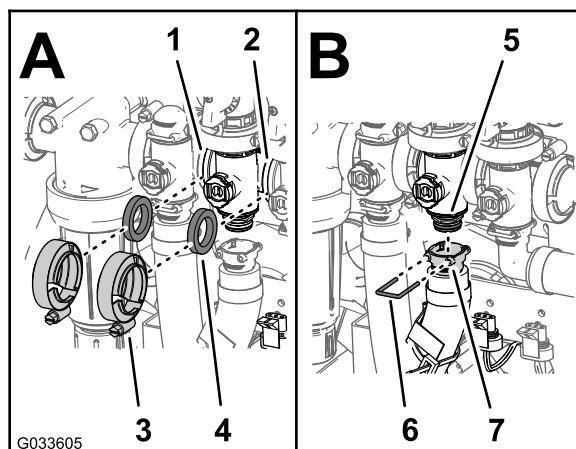

Figura 128
2. Monte a válvula de derivação de agitação, junta e coletor da válvula de agitação com uma braçadeira de flange e aperte bem à mão (Figura 128).